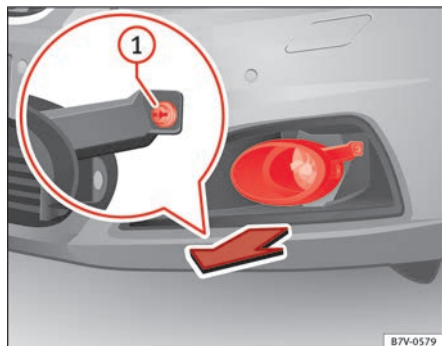

Abb. 207 Im Stoßfänger vorn rechts: Scheinwerfer ausbauen.
2. Abdeckung in Pfeilrichtung nach vorn ziehen ⇒ **Abb. 207**.
3. Befestigungsschraube ⇒ **Abb. 207** ① mit dem Schraubendreher aus dem Bordwerkzeug herausdrehen ⇒ Seite 333.
10. Befestigungsschraube ⇒ **Abb. 207** ① mit dem Schraubendreher festdrehen.
11. Abdeckung in den Stoßfänger einsetzen ⇒ **Abb. 207**.